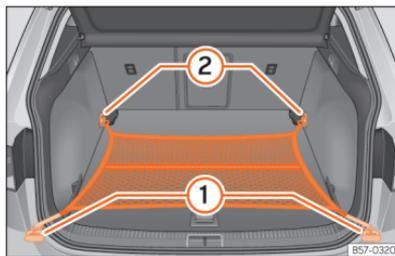

Fig. 177 Na bagageira: saco de rede fixado rente ao piso.
- Fixe os ganchos da rede nas argolas de fixação »»» **Fig. 177** ① e ② »»» . O fecho de correr do saco deve ficar voltado para cima.